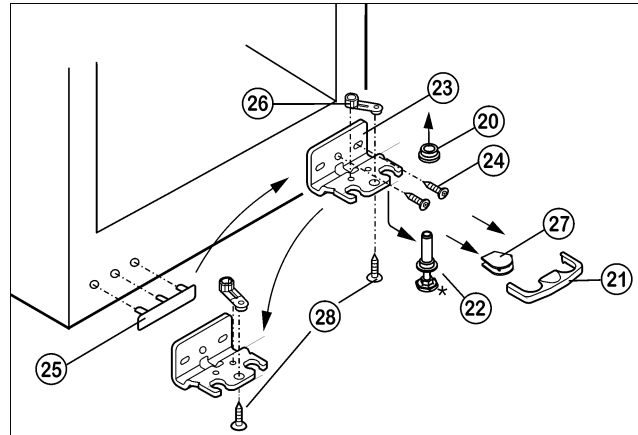

Fig. 9
- Vedä varmistin Fig. 9 (21) eteenpäin.
- Poista kansi Fig. 9 (27).\*
- Kierrä säädettävä tukijalka Fig. 9 (22) aivan sisään.
- Irrota laakeritappi Fig. 9 (22) vetämällä sitä alas ja eteenpäin. Varo tällöin saranaholkkia Fig. 9 (20).
- Ruuvaa laakerinkannatin Fig. 9 (23) irti (2 x Torx 25) Fig. 9 (24).
- Saranaosa Fig. 9 (26) ruuvataan irti (1 x Torx 25) Fig. 9 (28) ja asetetaan vastakkaisella puolella laakerinkannattimen reikään sekä ruuvataan taas kiinni.
- Kahvanpuoleinen kansi Fig. 9 (25) nostetaan varovasti irti ja vaihdetaan toiselle puolelle.
- Laakerinkannatin Fig. 9 (23) ruuvataan tarvittaessa akkuruuvinväännintä apuna käyttäen taas kiinni ulomman pitkittäisreian ja pyöreän reian läpi.
- ▶ Kansi Fig. 9 (27) asetetaan vastakkaiselle puolelle.\*
- ▶ Varmistuksen (21) tulee sivusuunnassa lukittua laakerinkannattimeen, jotta laakeritappi ja siten ovi tulee varmistettua.
- ▶ Varmistus (21) lukitaan jälleen laakerinkannattimeen.
- ▶ Aseta sarananholkki Fig. 9 (20) päälle.
- ▶ Aseta ovi ylhäältä käsin alempaan laakeritappiin Fig. 9 (22).
- ▶ Säädä oven asento samansuuntaiseksi laitteen seinän kanssa molempien pitkittäisreikien avulla, jotka ovat alemmassa laakerinkannattimessa Fig. 9 (23). **Sulkemisvaimentimella varustetuissa laitteissa** kierretään tarvittaessa keskimäinen ruuvi irti.